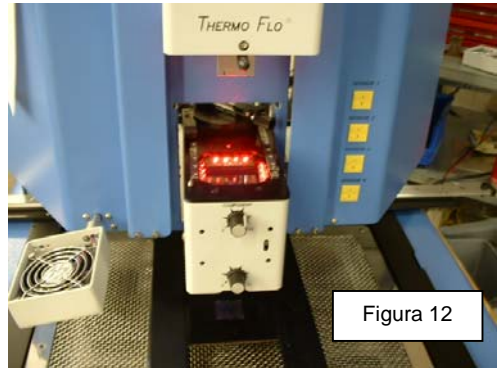

Figura 12
- viii. La telecamera si estenderà automaticamente all'infuori, (figura 12) e la testa di riflusso passerà alla posizione di focalizzazione.